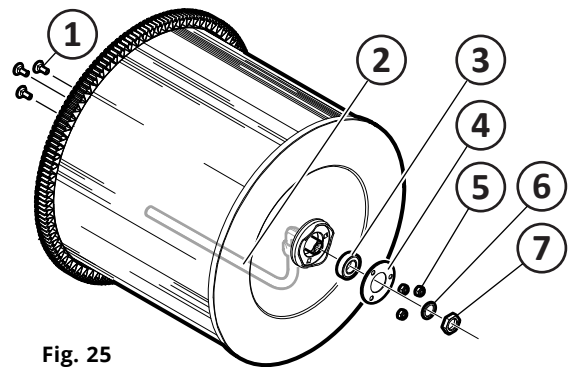

Fig. 25
1. Flachrundschauben (1, Fig. 25) und Düse (2) wieder in die Filterpatrone einsetzen.
2. Lager (3) montieren, die Abdeckplatte (4) zurücksetzen und mit den Sicherungsmuttern (5) festschrauben.
3. Die Düse (2) mit Unterlegscheibe (6) und Mutter (7) festschrauben.